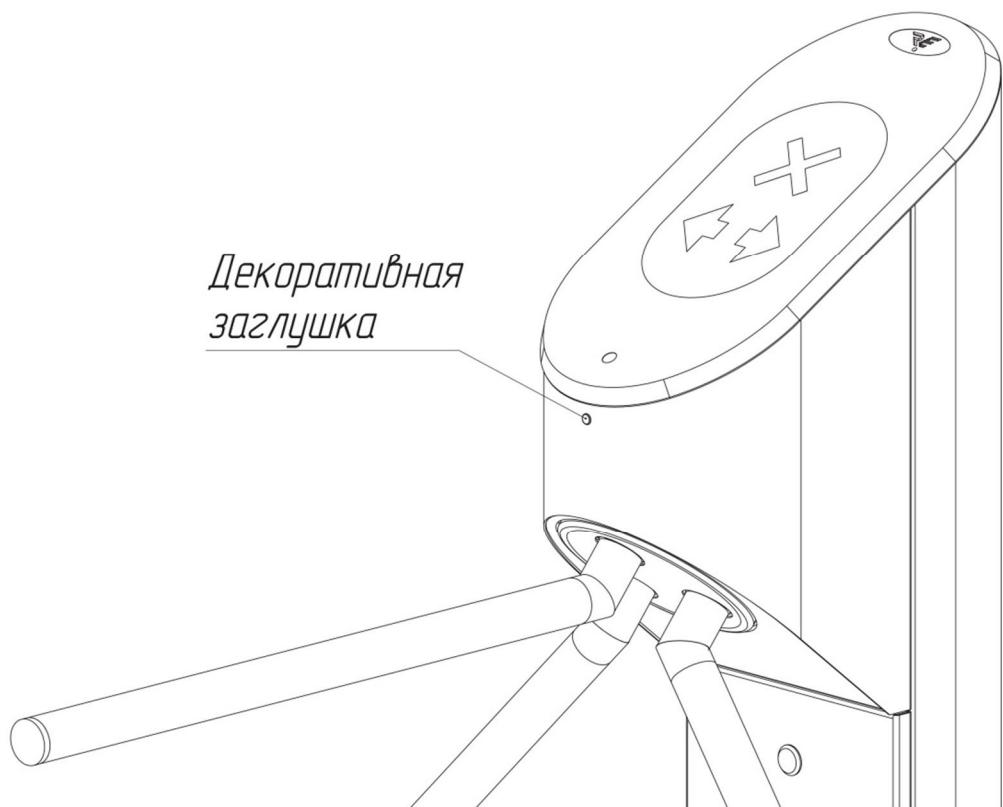

Рис. 2
- извлеките пластиковую декоративную заглушку из отверстия (Рис. 2);